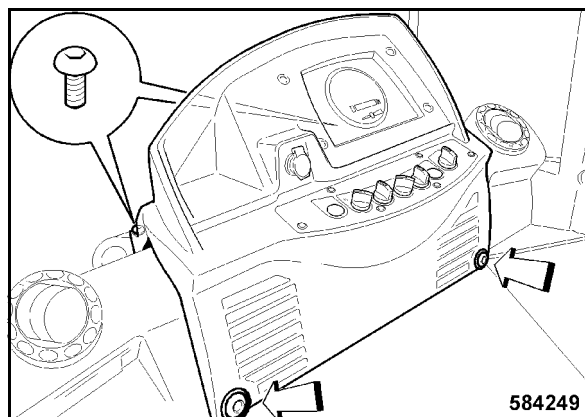

fig. 187
- installer le tableau de bord et le fixer au moyen de quatre vis de fixation (fig. 187).